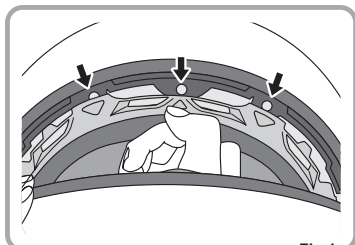

Fig.1
1. Aprire le chiusure a scatto poste nell'area della fronte tirandole verso il basso. (Fig.1)